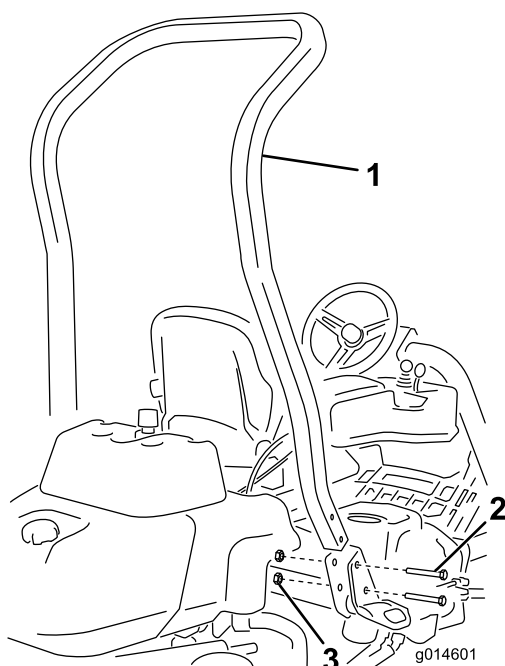

Figura 3
3. Fissate il roll bar negli incastri su ogni lato della macchina con 4 bulloni (1/2 x 3-3/4 pollici) e quattro dadi flangiati (1/2 pollice) (Figura 3).